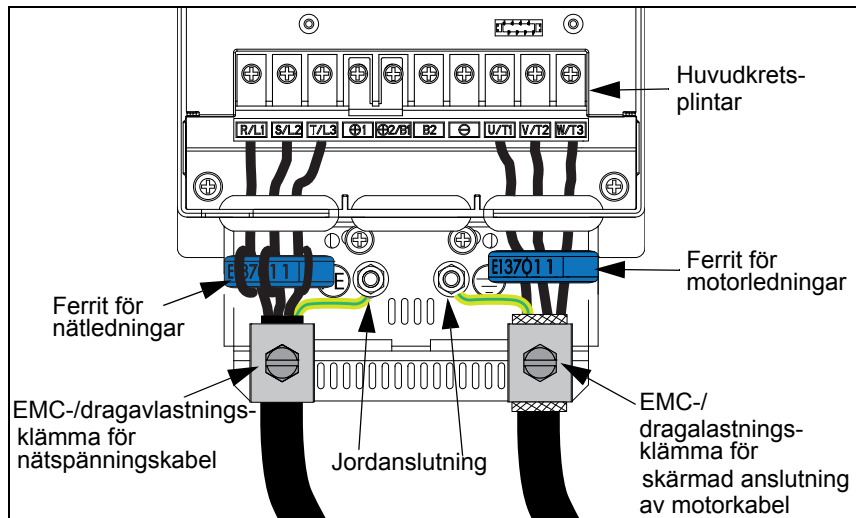

Fig. 8 Nät- och motorkabelanslutningar
Anslut nätkablarna och motorkablarna i enlighet med Fig. 8. Fäst kablarna med EMC-/dragavlastningsklämmor.
- Anslut motorkabelskärmen till klämman i enlighet med Fig. 8.